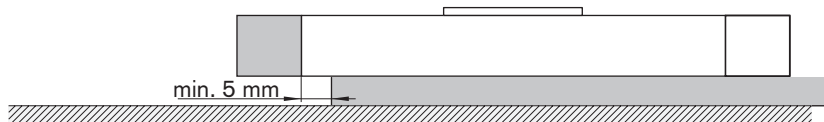

Fig. 6: Distanza minima dalle piastre di chiusura / massima piegatura ammissibile
- ▶ In caso di fissaggio sul corpo principale, osservare la distanza minima dalle piastre di chiusura pari a 5 mm ➡ ☒ Fig.6.